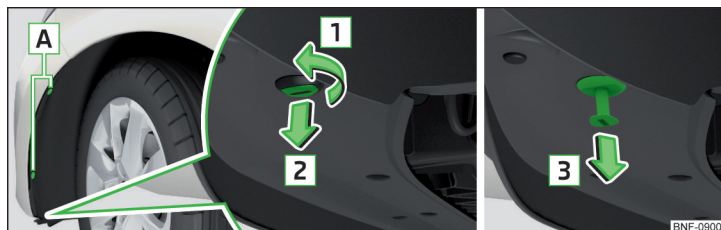

Fig. 176 Aftagning af hjulkassebeklædning
- › Skru skruerne **A** » Fig. 176 ud af hjulkassebeklædningen med skruetrækkeren fra bilens værktøj.
- › Sæt den del af låseclipsen, der har en slids, i modsat pilens retning **2**, og drej den en kvart omdrejning modsat pilens retning **1** » Fig. 176.